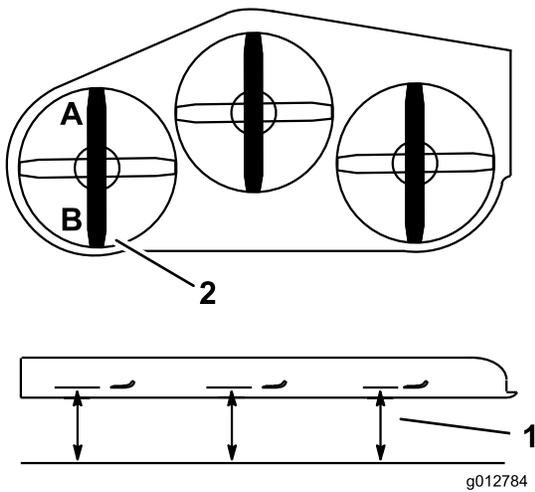

図 83
2. **A**位置で、平らな床面からブレードの刃先までの高さを測り、測定値を記録する（図 83）。
3. **B**位置で、平らな床面からブレードの刃先までの高さを測り、測定値を記録する（図 83）。
4. **A**位置におけるブレードの高さが、**B**位置におけるブレードの高さよりも 6~10 mm 低ければ適正である（図 83）。高さの差がこの範囲内でない場合には以下の手順で調整する。